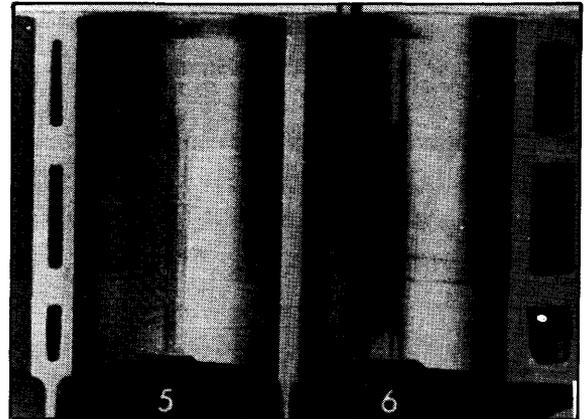

Figura 00-50/3
La figura 00-50/4 (7) presenta un caso de agarrotamiento de los aros de un ancho aproximado de 30 mm.